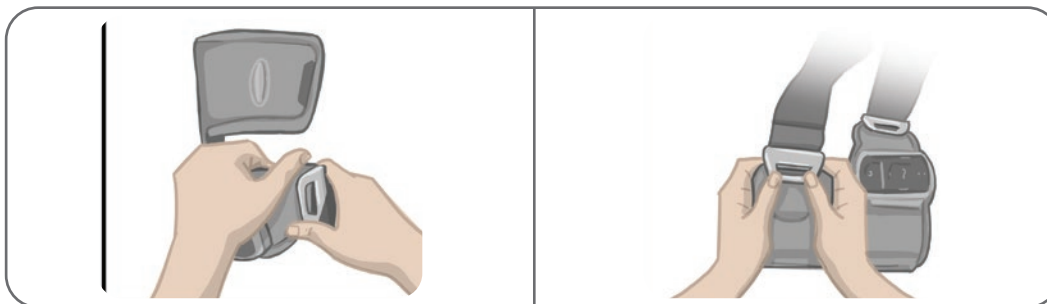

Figura 11-12: Îndepărtarea benzilor pentru coapsă
1. Împingeți catarama benzii pentru coapsă atașată către jambiera Thigh printr-o mișcare de răsucire. Consultați Figura 11-12.